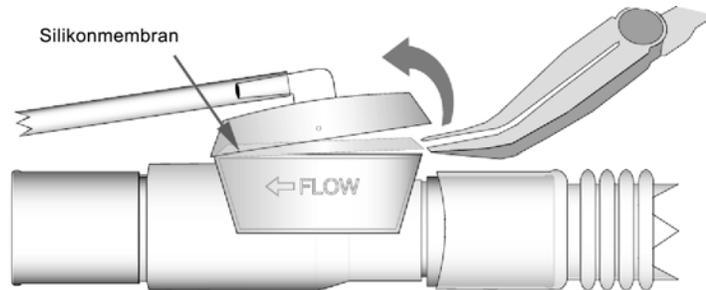

Abbildung D-1 Entfernen der Silikonmembran – Schlauchsystem für Kinder/Erwachsene
1. Öffnen Sie das Ausatemventil vorsichtig mit einem Hämostat oder einem Mundspatel, wie in der Abbildung D-1 dargestellt. Entfernen Sie zunächst die obere Abdeckung, und entfernen Sie die Silikonmembran. Legen Sie die Silikonmembran in einem sauberen Bereich ausschließlich auf Einwegschlauchsysteme. Testen Sie das folgende Verfahren nicht mit einem wiederverwendbaren Schlauchsystem.